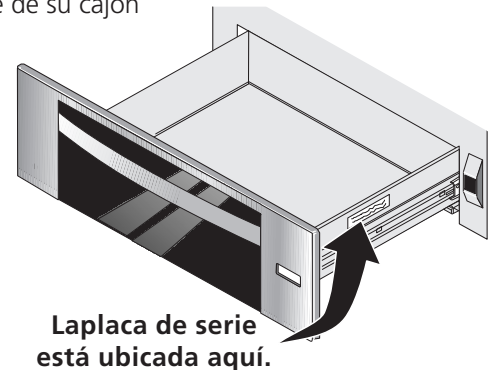

**Figura 2**
3. Remover el cajón como indica el manual de uso y cuidado asegure el marco contra el gabinete utilizando los tornillos niquelados. (vea la Figura 2). **No apriete demasiado los tornillos.**